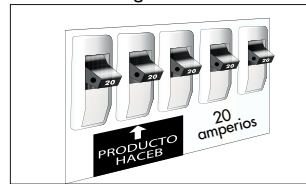

Figura 29.
- En la caja de control de energía eléctrica de la casa, identifique los breakers que controlarán el producto, márquelos con el nombre y finalmente conecte éste al tomacorriente (Ver figura 29).